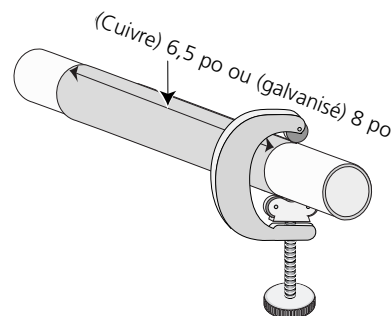

Figure 2
3. Poser le gabarit sur le tuyau et couper le tuyau comme il est illustré à la Figure 2.